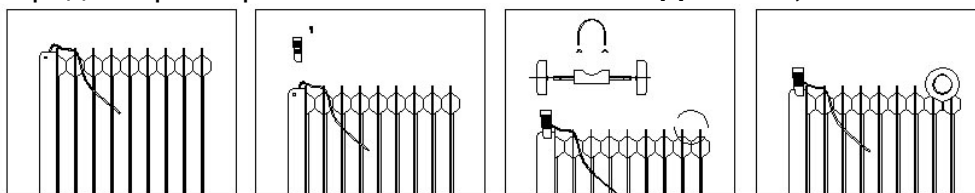

Рис. 1
- Установите ножку на переднюю часть днища радиатора и закрепите винтом (рис. 1).